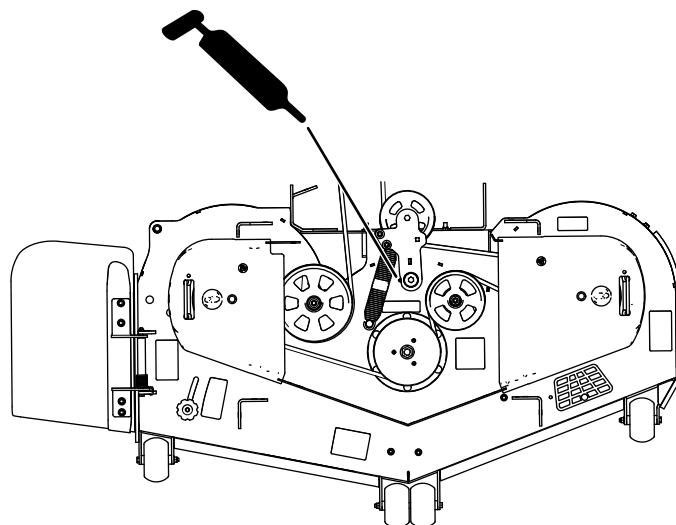

Figure 44
4. Graissez le pivot de la poulie de tension du tablier de coupe jusqu'à ce que la graisse ressorte par le bas (Figure 44).
13. Graissez les roulements des roues pivotantes (Figure 44).